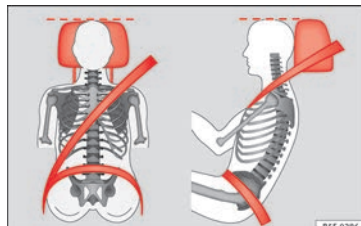

Bild 75 Sett framifrån och från sidan: nackskydd och säkerhetsbälten korrekt inställda.
- Ställ in nackskyddet så att ovankanten är på samma nivå som huvudets övre del, eller åtminstone i ögonhöjd »» **bild 75**.